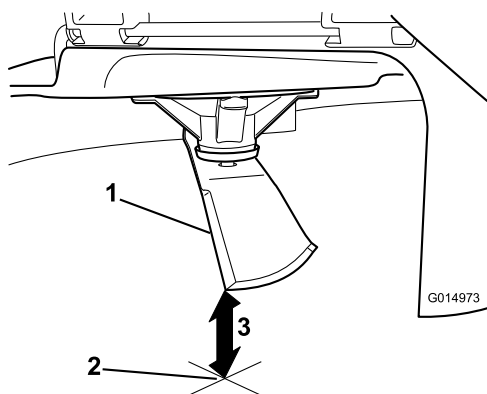

Figura 96
3. Mida desde la punta de la cuchilla hasta la superficie plana (**Figura 96**).